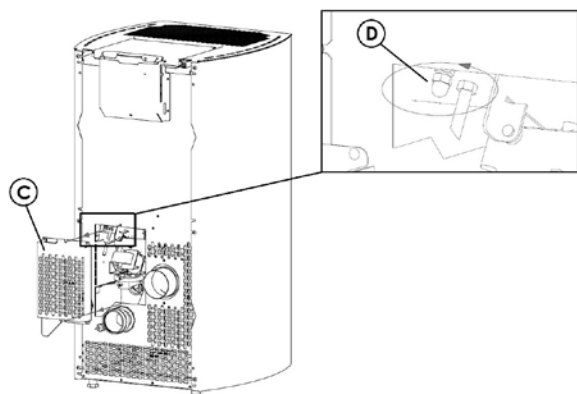

Fig. 35 - Usunięcie obudowy
- Usunąć obudowę kontrolną "C" po tylnej stronie pieca (patrz **Fig. 35**).